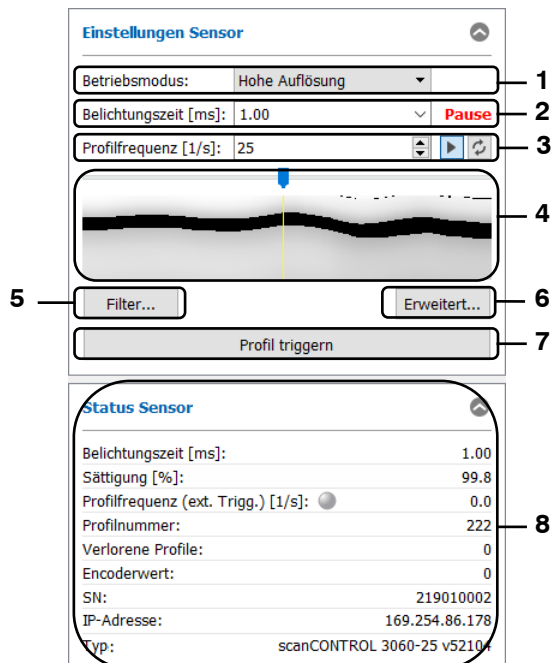

Abb. 3.12: Eingabefeld „Einstellungen Sensor“
-  **Datenübertragung anhalten/fortsetzen:** Startet/Unterbricht die Profilübertragung vom Sensor. Wenn die Datenübertragung unterbrochen ist, wird eine entsprechende Statusmeldung oberhalb der Schaltfläche angezeigt (siehe Abb. 3.12, Bereich 1).